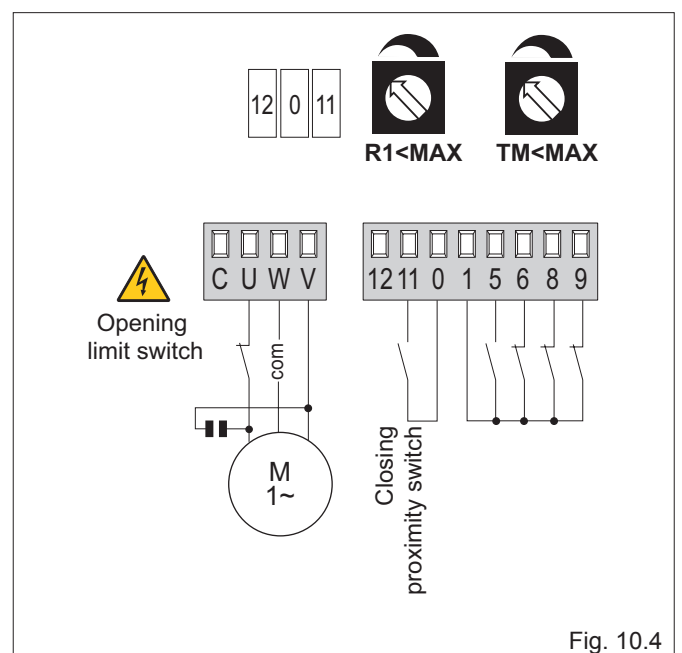

Fig. 10.4
**- (Fig. 10.4) A portinhola bloqueia-se no fim de curso em abertura e na batida mecânica em fechamento e inverte nos obstáculos.**